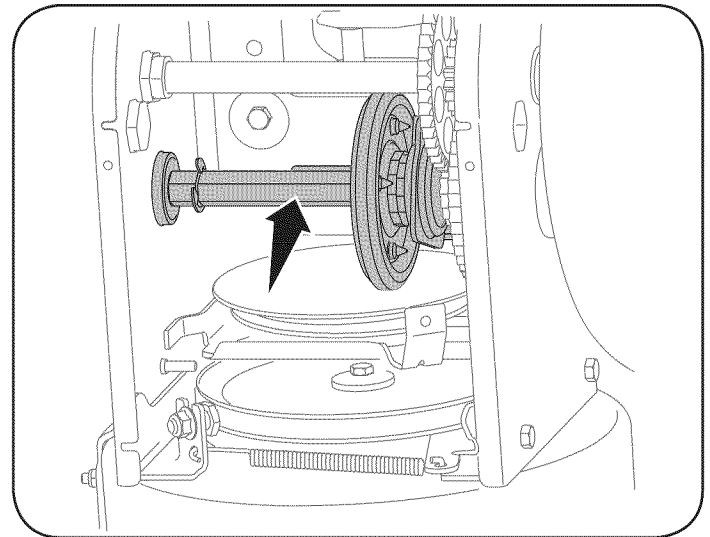

Figura 18
4. Aplique al eje hexagonal una capa ligera de una grasa multiusos apta para condiciones climáticas múltiples. Vea la Figura 18.